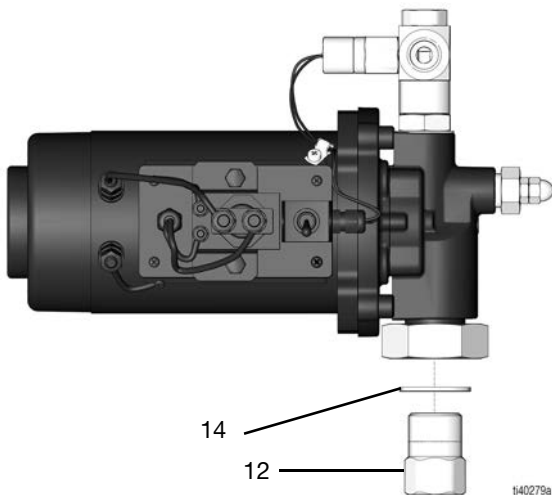

FIG. 9
5. Desmonte el conjunto de la válvula antirretorno de entrada (12) usando una llave de 35 mm (1 3/8 pulg.) (FIG. 9).
6. Retire la junta de sellado (14) (FIG. 9).
2. Coloque la junta de sellado (14) (FIG. 9).
3. Ponga cinta de PTFE en las roscas del conjunto de la válvula antirretorno de entrada (12).
4. Introduzca el conjunto de la válvula antirretorno de entrada (12) y apriételo con la mano.
5. Gire el conjunto de la válvula antirretorno de entrada (12) entre media vuelta y tres cuartos de vuelta, usando una llave de 35 mm (1 3/8 pulg.). No apriete en exceso.